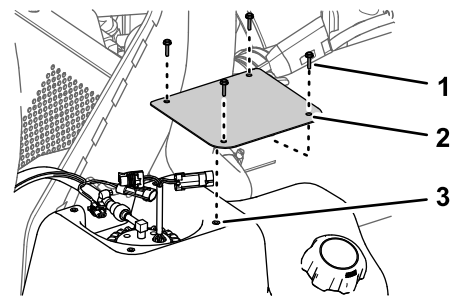

Figure 89
1. Fixez le couvercle sur le réservoir (Figure 89) au moyen des 4 vis (n° 10 x ¾ po) retirées à l'opération 2 de Dépose du couvercle de la pompe à carburant (page 66).